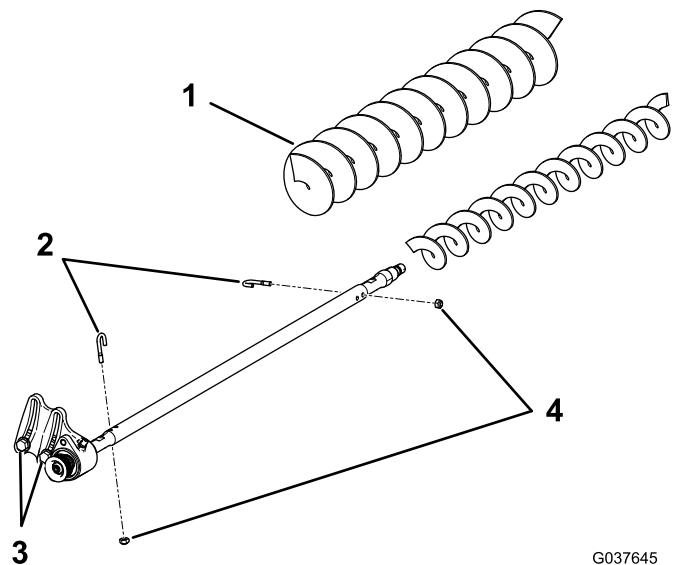

Figura 22
3. Togliete i 2 bulloni a J e i dadi (**Figura 22**).
4. Fate scorrere la spazzola esistente fino ad estrarla dall'albero (**Figura 22**).
5. Allentate i 2 bulloni, le rondelle e i dadi che fissano l'alloggiamento del cuscinetto di comando alla staffa di montaggio dell'alloggiamento del cuscinetto (**Figura 22**).
6. Fate scorrere la spazzola per altezze di taglio alte sull'albero della spazzola (**Figura 22**).
7. Bloccare la spazzola sull'albero con 2 bulloni a J e i dadi precedentemente rimossi (**Figura 22**).